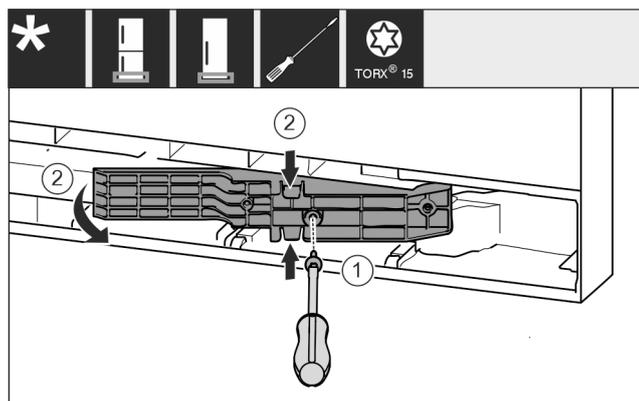

Fig. 9 *
- ▶ Desserrer les vis au moyen d'un tournevis T15. Fig. 9 (1)*
- ▶ Retirer l'adaptateur. Fig. 9 (2)*